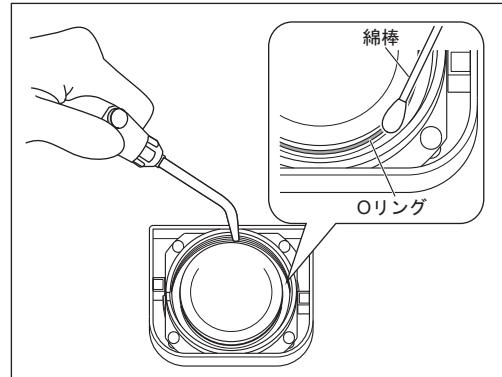

図45
- 2) ブラシや乾いた綿棒などで、チャンバー内面およびねじ部周辺やチャンバー用ふたのねじ部周辺を清掃してください。その後、付着しているパウダーをエアーなどで取り除きます（図45）。